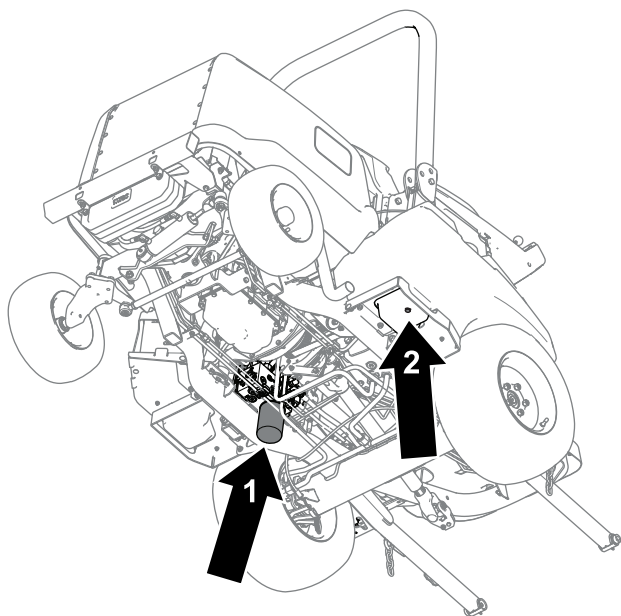

Figura 85
4. Rimuovete il tappo di spurgo (Figura 85) dalla base del serbatoio e lasciate fuoriuscire il fluido idraulico nella bacinella.
6. Collocate una bacinella di spurgo sotto il filtro (Figura 85), toglie il filtro e lasciate defluire l'olio rimanente nella bacinella.